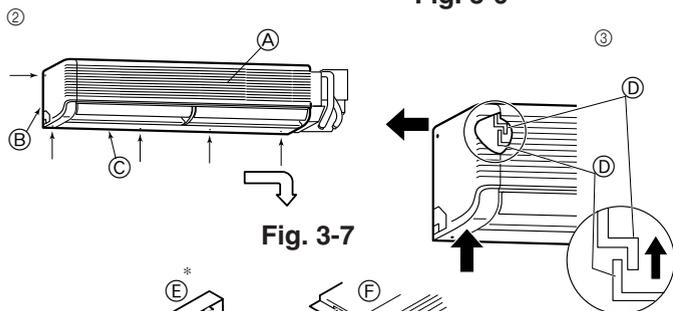

Fig. 3-7
- ② Rimuovere le cinque viti marcate con le frecce nel diagramma. (Fig. 3-7)
- ③ Rimuovere prima il pannello sinistro e poi il pannello inferiore.